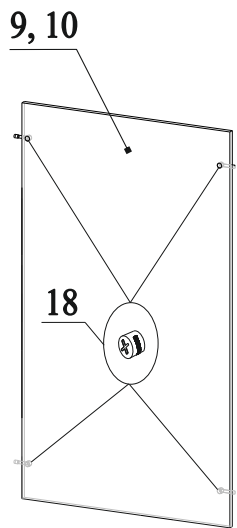

Рис.8
16. В отверстия на деталях 9 и 10 вставить эксцентрики 18 стрелками к торцевым отверстиям (рис.8);